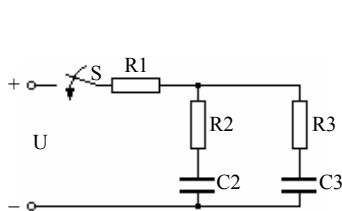

Рис. 15.2
**2. Исходные данные.** Цепь, изображенная на рис. 15.2, имеет параметры, приведенные в табл. 15.2.